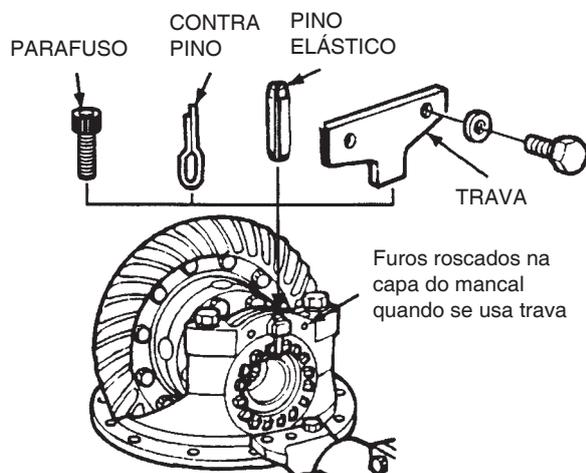

Figura 5.59
A. Instale parafusos entre os ressaltos dos anéis de ajuste e através da bossa da capa do mancal. Parafusos novos tem pasta de travamento que só pode ser usada uma vez. Se você estiver instalando parafusos usados, aplique pasta de travamento Loctite® nas roscas antes de instalar os parafusos. Figura 5.59.
B. Instale contra-pinos entre os castelos dos anéis de ajuste e através da bossa da capa do mancal. Dobre as duas extremidades do contra-pino ao redor da bossa. Figura 5.59.
C. Use um pino e martelo para instalar o pino elástico através da bossa da capa do mancal até o pino estar entre os ressaltos do anel de ajuste. Figura 5.59.
D. Instale a placa de travamento sobre a capa do mancal de forma que a trava esteja entre os ressaltos do anel de ajuste. Instale os dois parafusos e arruelas que prendem a placa de travamento a capa do mancal. Aperte os parafusos com o valor de torque especificado. Veja a Seção 8. Figura 5.59.